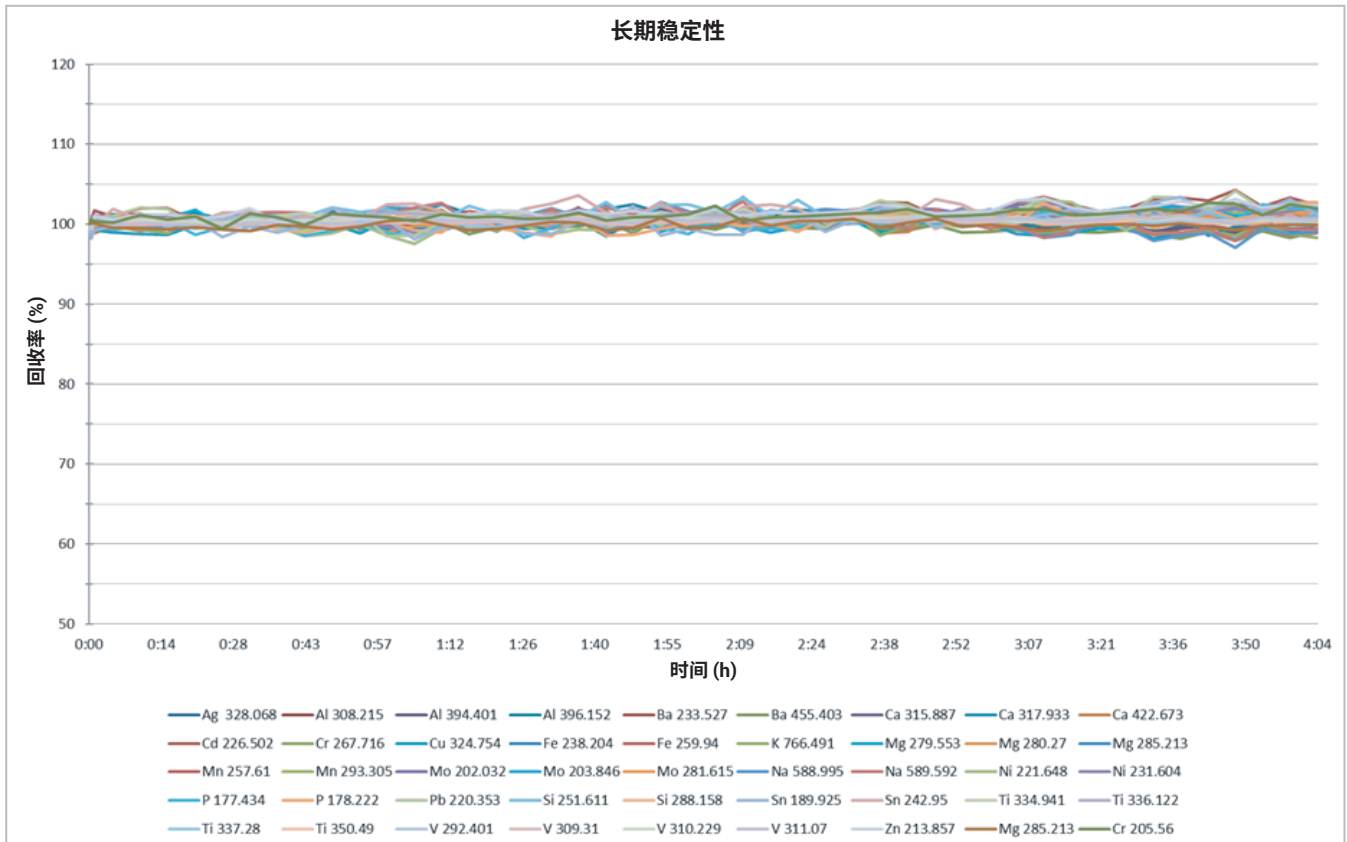

图 2. 使用 5100 RV ICP-OES 对废油样品中所有元素分析 4 小时得到的稳定性曲线
本分析使用 Agilent 5100 RV ICP-OES。专用的垂直观测 (RV) 配置非常适合用于分析有机样品。即插即用式炬管设计可自动定位垂直炬管并连接所有气体，实现快速启动的同时确保可重现的炬管安装，不受操作人员的人为差异影响。进入炬管的三条气体管线上的质量流量控制器以及恒温光学组件有利于保证发射信号的长期稳定性，如图 2 的长期稳定性曲线所示。
通过设置完整的分析序列（各样品之间设置 3 秒的冲洗时间）并在 4 小时内每 10 个样品间测量一个 5 ppm 的 S21 + K 溶液来评估 5100 RV ICP-OES 的长期稳定性。在整个运行中分析了 500 个样品，且未进行重新校准。所有元素的稳定性曲线展示于图 2 中。